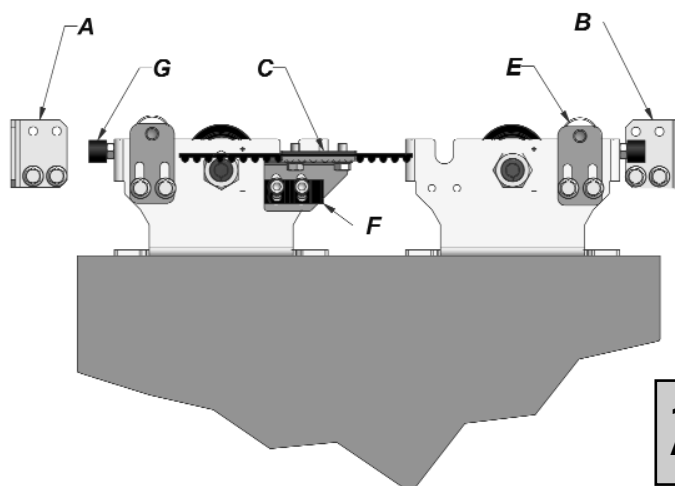

Fig. 23
- **Fig. 23 part.C** si el automatismo es de 1 hoja con apertura hacia la izquierda
Automatismo 1 hoja: los 2 topes de referencia están puestos en los extremos de la zona de deslizamiento a izquierda (Fig. 23, 24 part.A) y a derecha (Fig. 23, 24 part.B) cerca de los cabezales del travesaño.